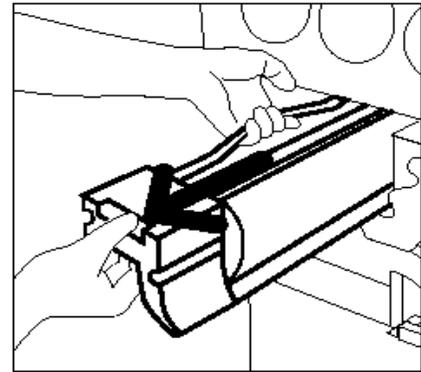

Abb. 30: Riemen anfassen und CopyBox herausziehen
- 3 Den goldenen Entriegelungshebel der CopyBox mit der rechten Hand anfassen und nach oben drücken, um den Hebel zu entriegeln (s. Abb. 30). Die CopyBox langsam herausziehen, bis der Riemen oben an der CopyBox sichtbar wird.
- 4 Den Riemen mit der linken Hand anfassen und die CopyBox ganz herausnehmen (s. Abb. 30).